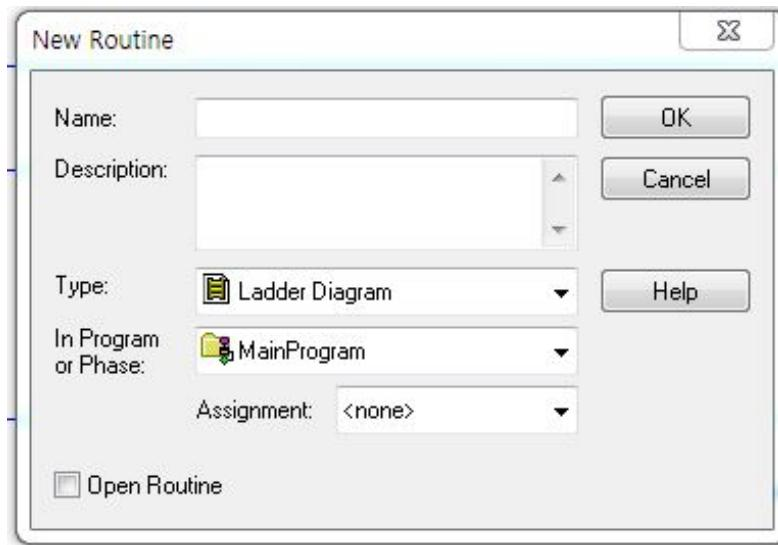

Figure 9
- 2) Figure 9처럼 Routine 설정창에 프로그램 이름 및 특성에 대한 내용을 입력한다. Type 메뉴에서 작성할 프로그램 언어를 선택할 수 있다.